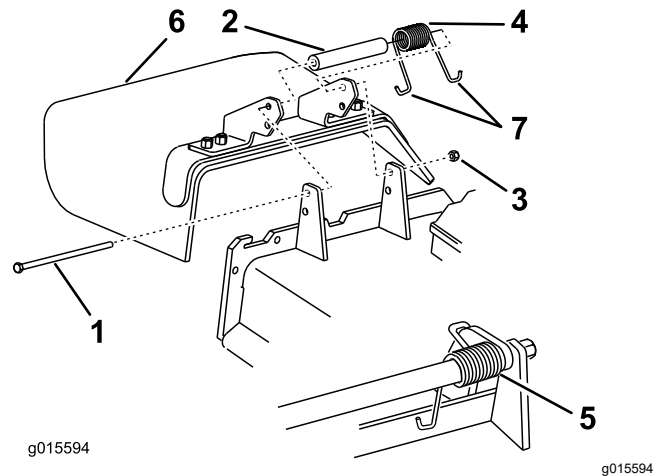

Figura 104
1. Retirez le contre-écrou, le boulon, le ressort et l'entretoise qui fixent le déflecteur aux supports de pivot (Figura 104).
2. Enlevez le déflecteur s'il est endommagé ou usé (Figura 104).
Nota: Prenez soin de placer 1 extrémité en J du ressort derrière le bord du tablier avant de mettre le boulon en place, comme montré à la Figura 104.
6. Accrochez l'extrémité en J du ressort au déflecteur d'herbe (Figura 104).